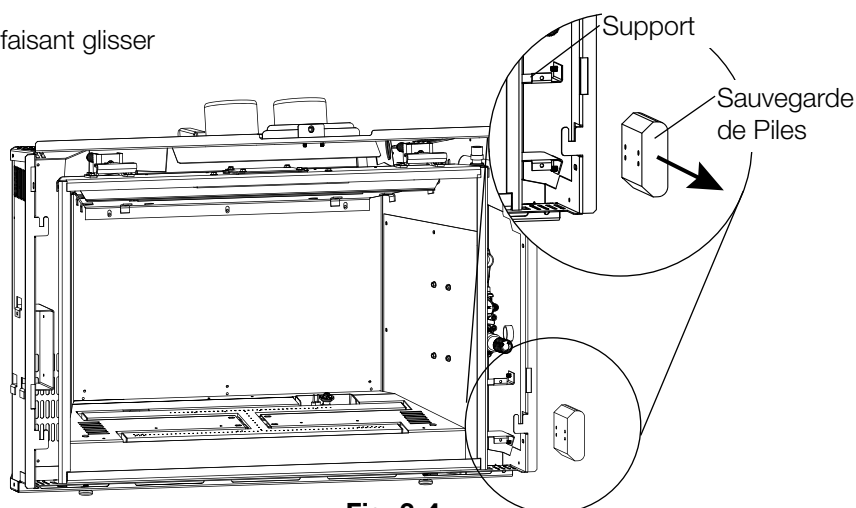

Fig. 3-4
1. Retirez le sauvegarde de piles en le faisant glisser vers l'avant du support (**Fig. 3-4**).